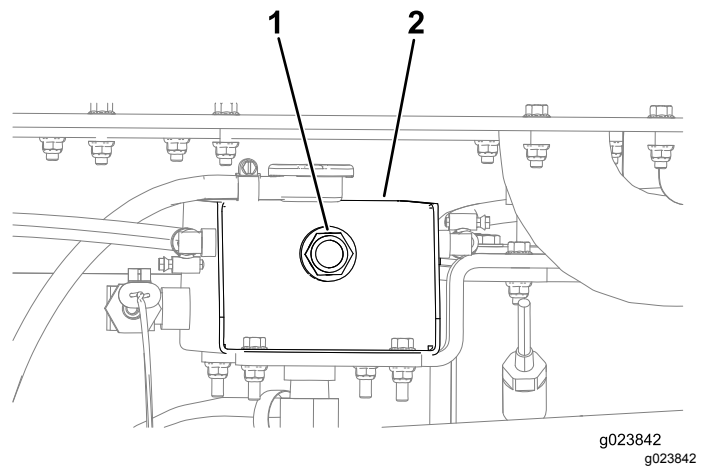

Figura 110
4. Verifique o nível de líquido de arrefecimento pelo visor de nível na extremidade do reservatório do radiador (Figura 110).